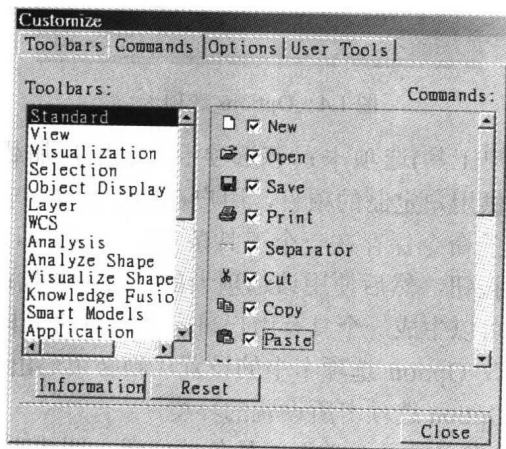

图 1.3 Commands (命令)选项卡
- **Commands(工具命令)**选项卡：在如图 1.3 所示的 **Toolbars(工具栏)**列表框中选择某个工具条选项，则右侧的 **Commands(命令)**列表框中就会显示出该工具条所包含的所有命令及其图标按钮，用户可以根据个人的喜好显示或隐藏其中某些命令的图标按钮。